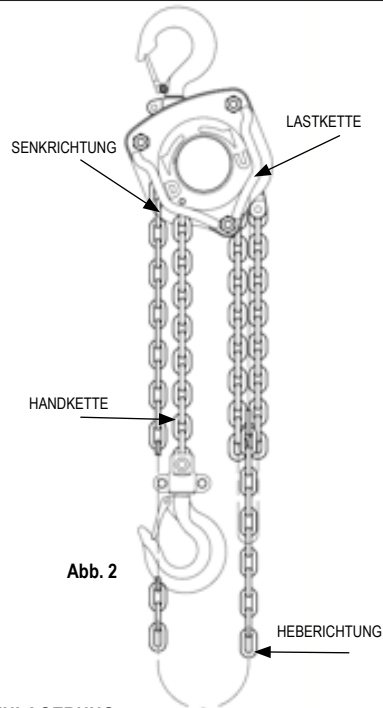

Abb. 2
- Die Handkette in die Heberichtung ziehen (zum Verkürzen der Kette) oder in die Senkrichtung (zum Verlängern der Kette). Die Hebe / Senkrichtungen ("U" / "D") sind direkt auf den Körper des Hebezeugs gedrückt (Abb.2).